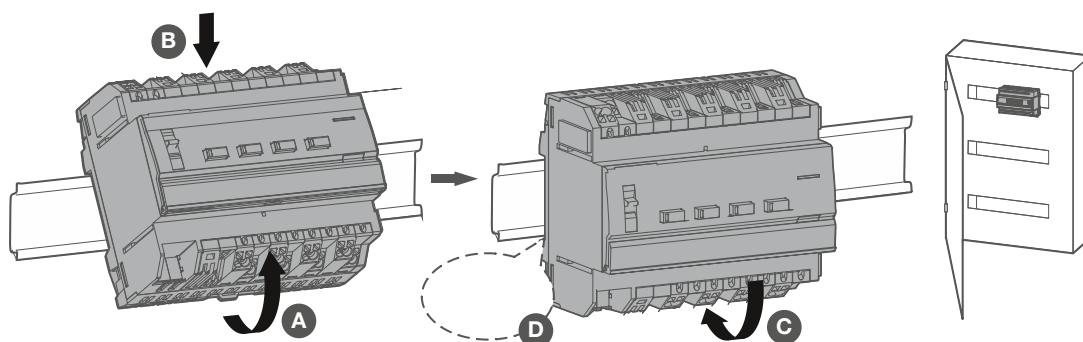

Fig. 5: Installare il dispositivo sulla guida DIN
- Installare il dispositivo su una guida DIN TH 35 7,5-15 conforme a IEC 60715:2017 / EN 60715:2017 (Fig. 5).